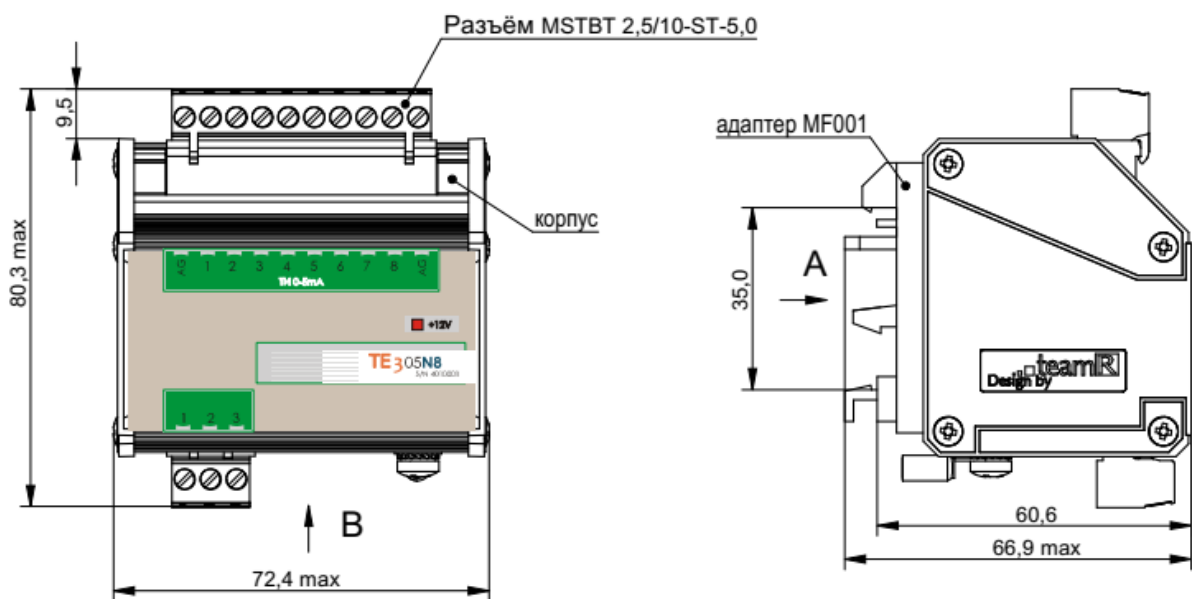

Рисунок 4 – Габаритный чертеж блока «ТЕ305N8»
3) производится зацепление верхней направляющей адаптера блока (рисунок 4) за DIN-рейку;